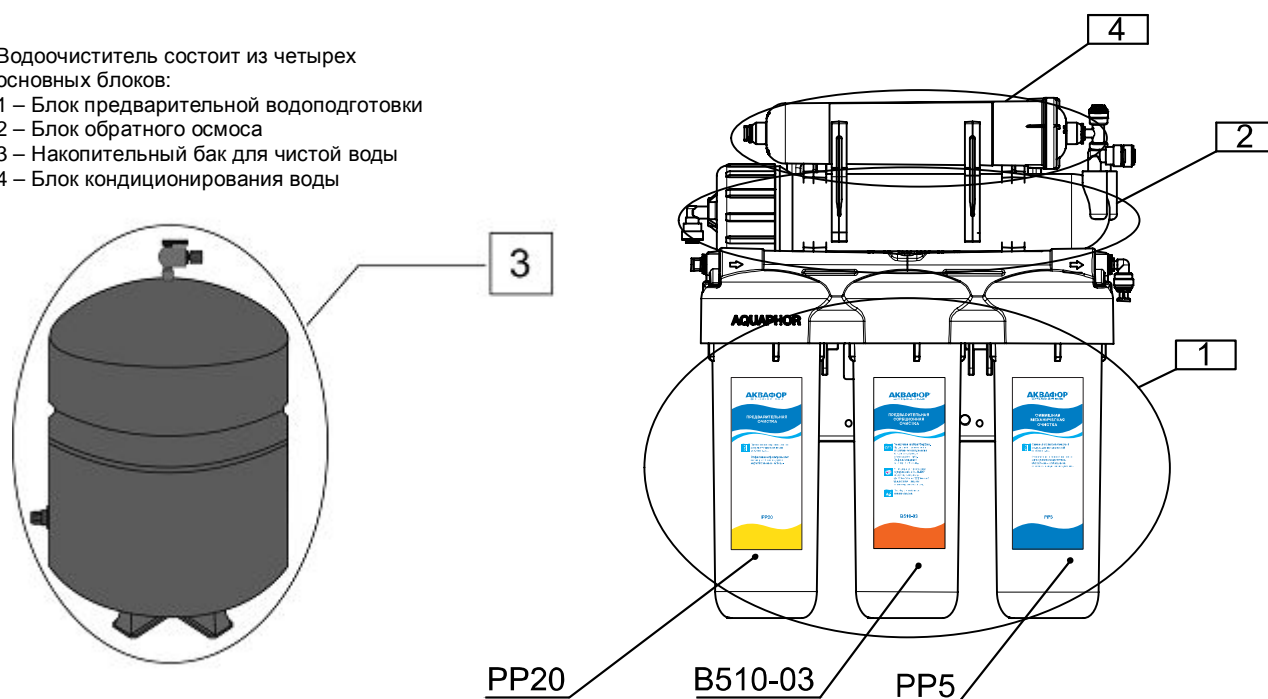

Рисунок 1. Блоки водоочистителя
1. Блок обратного осмоса в сборе (Рис. 1)
4. Блок предварительной водоподготовки (Рис.1, поз.1):
5. Модуль кондиционирования воды Аквафор (Рис. 1, поз. 4):	1 шт.